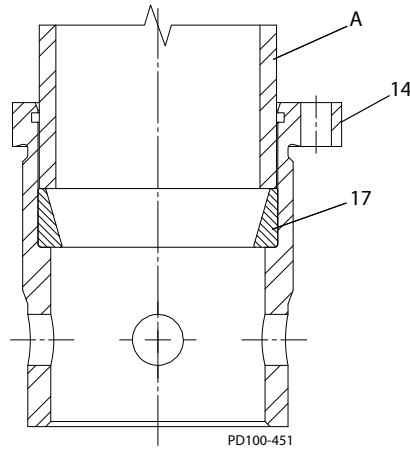

Рисунок 47 - Вставьте наружное кольцо заднего подшипника
1. Вставьте наружное кольцо заднего подшипника (Рисунок 47, пункт 17) в корпус подшипника (позиция 14) при помощи толкателя (позиция А).